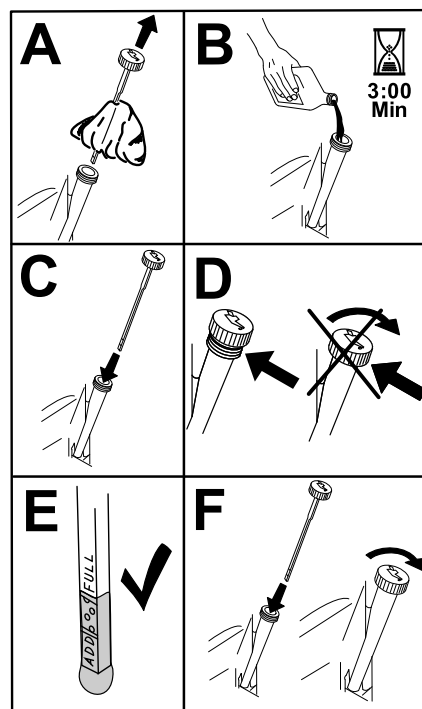

Figure 25
5. Versez lentement environ 80 % de l'huile spécifiée dans le tube de remplissage, puis faites l'appoint lentement pour faire monter le niveau jusqu'au repère maximum (**Full**) (Figure 25).
3. Faites le plein du carter moteur avec une huile du type voulu (Figure 25).